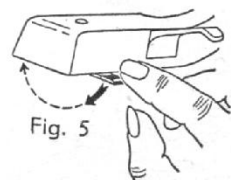

Fig. 5
d) Au moyen du levier « inverseur-saphirs » situé sur le côté de la tête de lecture, faire apparaître sur le dessus l'inscription 16, 33 ou 45 (face rouge) dans le cas d'un disque microsillon monaural ou stéréophonique à 16, 33 ou 45 tours, ou l'inscription 78 (face verte) dans le cas d'un disque ordinaire à 78 tours (voir figure 5).